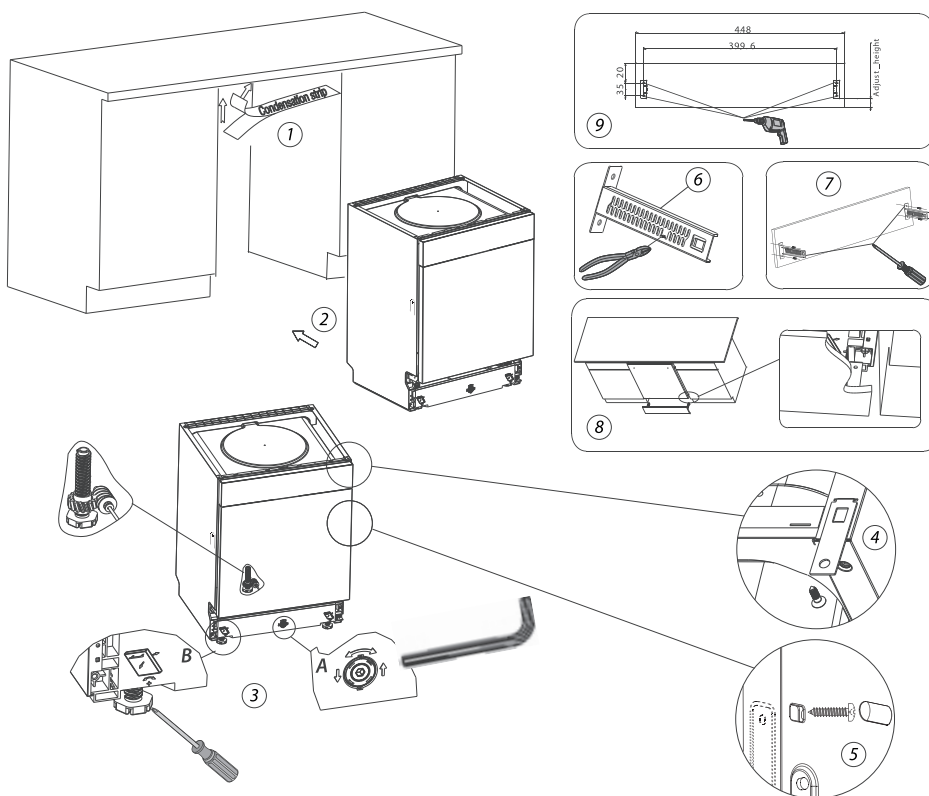

Fig. 4
- A. Normal arbetsyta: Placera den högra (vänstra) monteringskroken i det högra (vänstra) avlånga hålet på sidoplanet och fäst den i arbetsytan med träskruvarna (Bild 4).